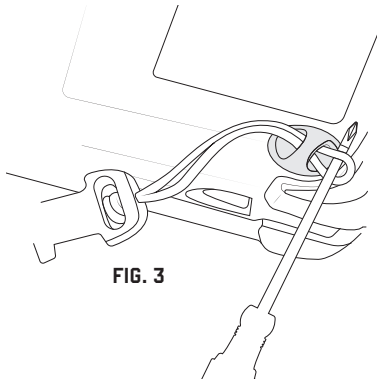

FIG. 3
- If necessary, use a small screwdriver or hex key to help thread the loop attachment through the captive hole on the barcode scanner [fig. 3]
- Si es necesario, utilice un destornillador pequeño o una llave hexagonal para pasar el lazo por el orificio de sujeción del escáner [fig. 3].
- Si nécessaire, utilisez un petit tournevis ou une clé hexagonale pour vous aider à faire passer la boucle d'attache souple à travers le trou captif du lecteur de code-barres [fig. 3]
- Nutzen Sie, falls erforderlich, einen kleinen Schraubendreher oder einen Sechskantschlüssel, um die Schlaufenbefestigungen durch das Loch in den Strichcode-Scanner einzuführen [abb. 3]